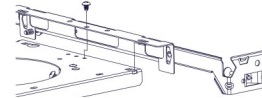

Fig. 4
3. Insérez la languette du support dans les fentes (fente gauche ou droite) et faites-la glisser jusqu'à la butée (Fig 4). Fixez au boîtier avec la vis.